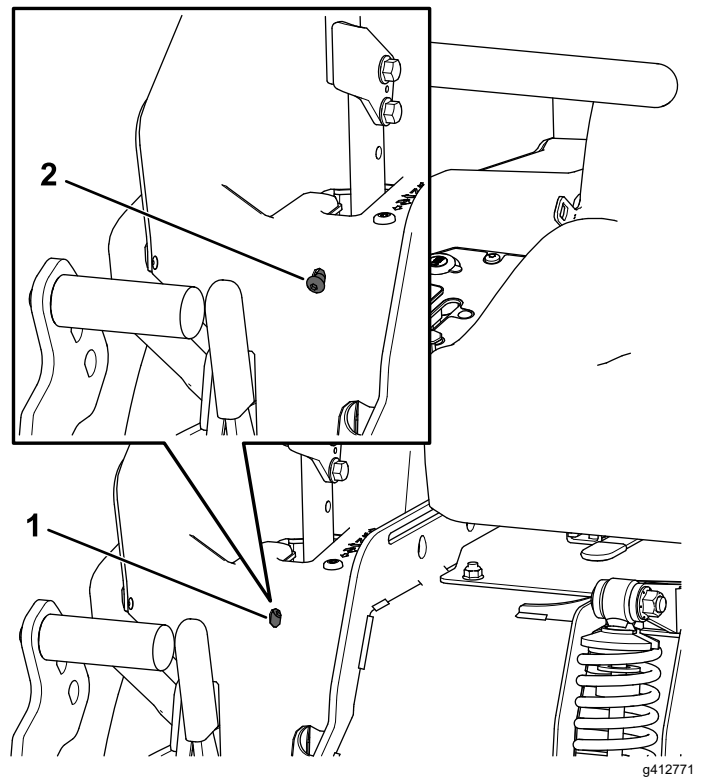

Figura 58
6. Si la máquina se desvía hacia la derecha, inserte una llave hexagonal de 3/16" a través del orificio de acceso del panel izquierdo delantero y gire el tornillo en sentido horario o antihorario para ajustar el recorrido de la palanca (Figura 58).
7. Si la máquina se desvía hacia la izquierda, inserte una llave hexagonal de 3/16" a través del orificio de acceso del panel derecho delantero y gire el tornillo en sentido horario o antihorario para ajustar el recorrido de la palanca (Figura 58).